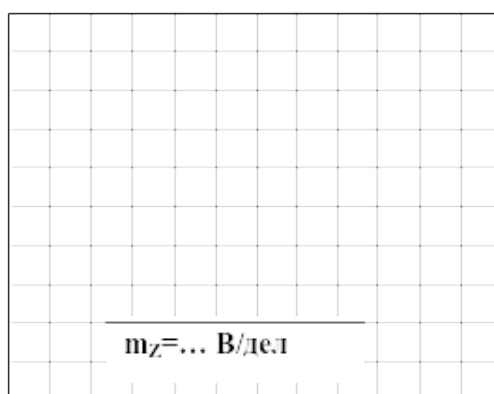

Рисунок 11
2.4. Выберите масштабы и постройте векторную диаграмму напряжений (рис. 11).